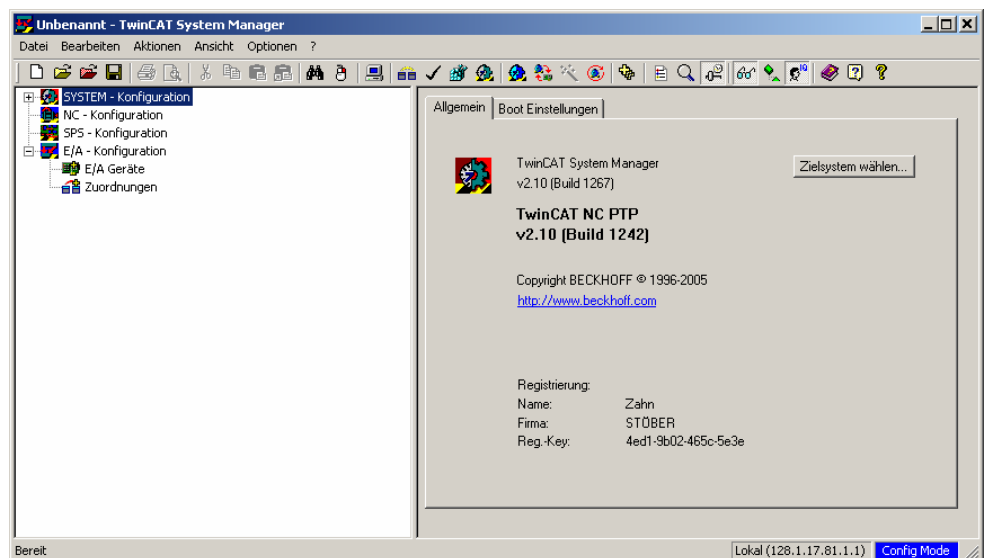

Abbildung 11-1 Ansicht des TwinCAT System Managers nach seinem Start.
4. Starten Sie den TwinCAT System Manager. Abbildung 11-1 zeigt die Ansicht des Programms nach dem Start.